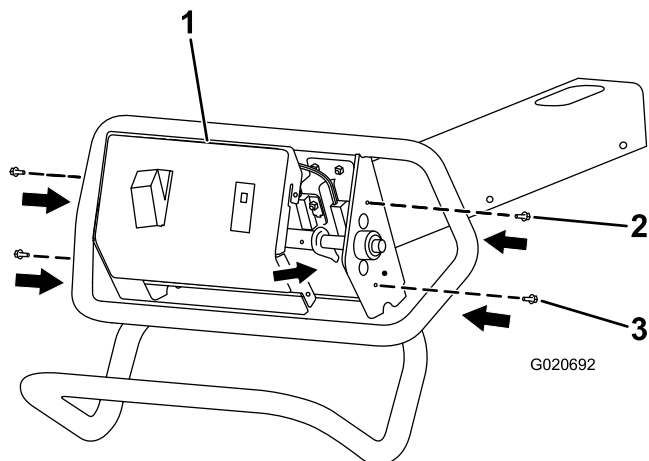

Figure 4
5. Alignez les trous du couvercle sur ceux du cadre (Figure 4).
6. Insérez le panneau dans le cadre (Figure 4).
7. Montez, sans serrer, le panneau sur le cadre en insérant les 2 boulons à tête hexagonale (10-24 x 1/2 po) dans les trous supérieurs (Figure 4).